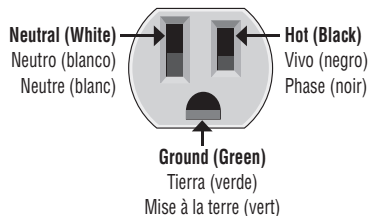

FIG. 1
2. Insérez le testeur dans la prise pour vérifier si le câblage est adéquat (voir la FIG. 1). Les voyants sur le testeur devraient s'allumer.